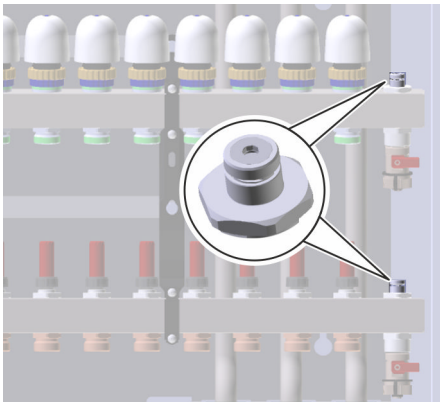

Abb. 66: Entlüftungsventile
4. ➔ Um die Heizkreise zu entlüften, Entlüftungsventile (Abb. 66) an der Rändelschraube öffnen.